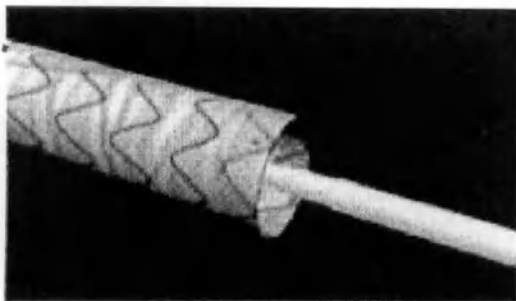

Рис.12
26. Вытяните стержень из нержавеющей стали так, чтобы наконечник присоединился к внешнему интродьюсеру (Рис.12).